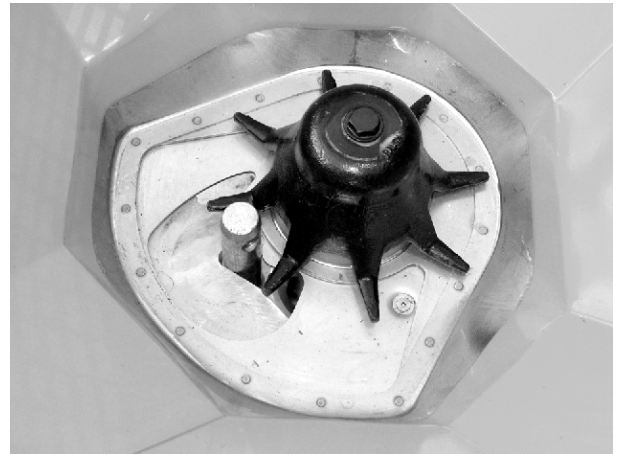

Рис. 58: Болт нижней тяги в дозировочном отверстии
- ✓ Заслонка дозатора слегка прижата к болту. См. *Рис. 58 Болт нижней тяги в дозировочном отверстии.*